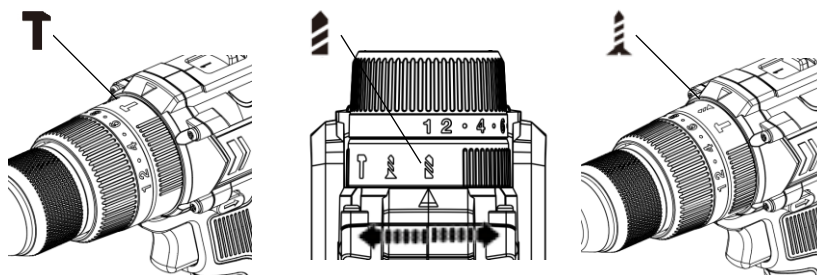

Fig. 9
Trois modes de travail sont disponibles sur cet outil : perçage, vissage et perçage à percussion. Pour sélectionner l'un des trois modes, tourner l'anneau de sélection de fonction (13) pour aligner la flèche sur l'icône de percer/visser/marteau. (Fig. 9).